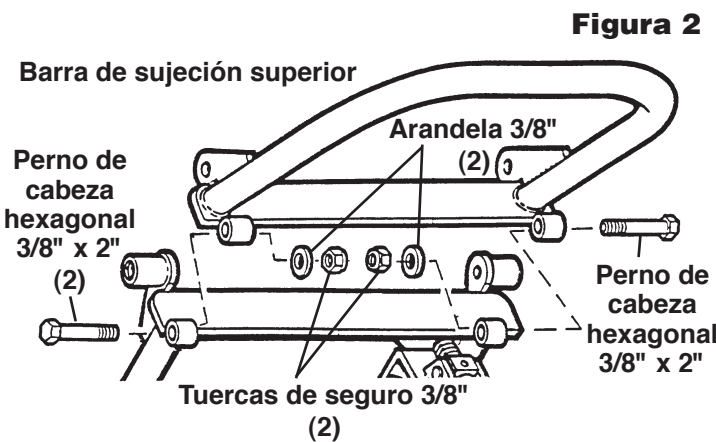

Figura 2
3. Alinee los conectores de la bisagra de la barra de sujeción superior con los conectores de la bisagra del ensamble del marco principal según se muestra en la Figura 2. Asegure la barra de sujeción en su lugar utilizando dos pernos de cabeza hexagonal (3/8" x 2"), dos arandelas (3/8"), y dos tuercas de seguro (3/8").